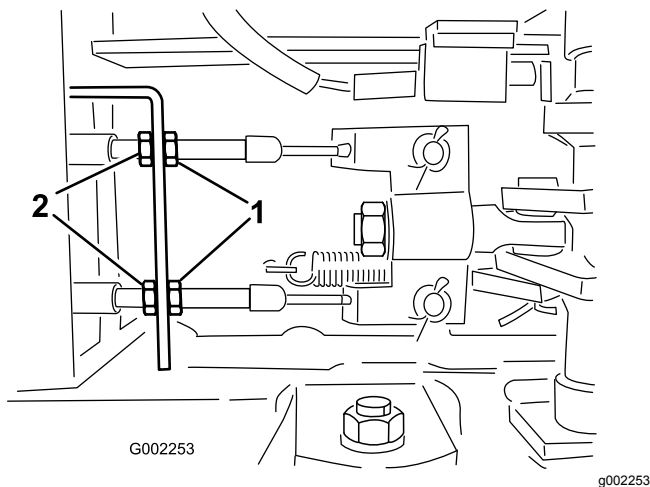

Figura 73
5. Afloje las tuercas delanteras de los cables de freno, debajo del extremo delantero del fumigador (Figura 73).
6. Apriete las tuercas traseras en la misma cantidad hasta que el pedal de freno recorra entre 1 a 2 cm (½" a 1") antes de que se note resistencia (Figura 73).